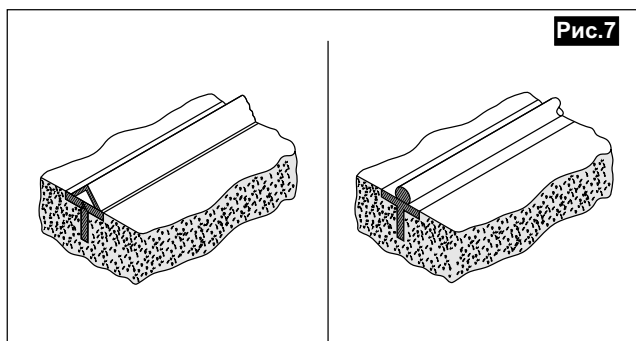

Рис.7
- Подходить для типа профиля используемой направляющей: с круглой или V-образной канавкой (**рис.7**).